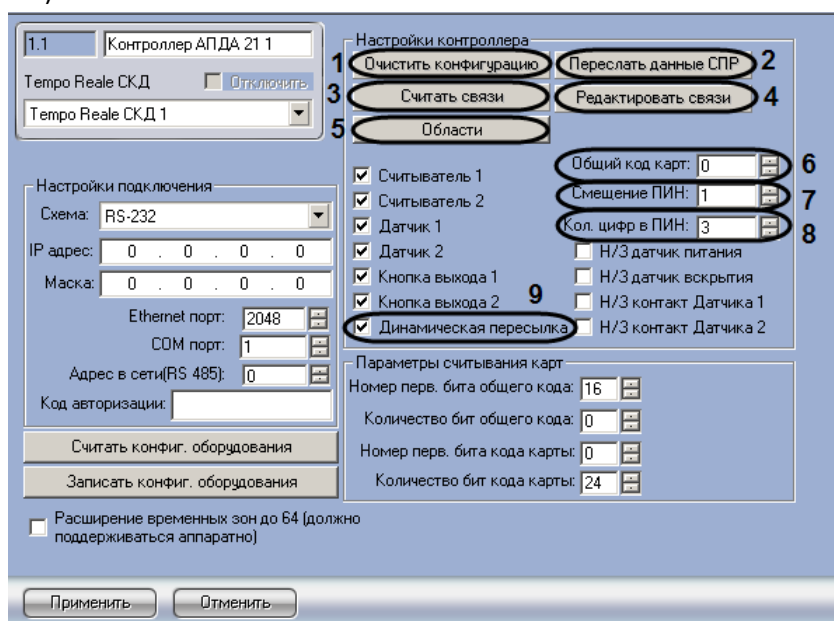

Рис. 3.3—4 Общая настройка контроллера АПДА.21
2. **Записать конфиг. оборудования** - применяется для записи конфигурации оборудования в контроллер АПДА.21 (см. Рис. 3.3—3, 9).
1. Перейти на панель настройки объекта **Контроллер АПДА 21** или **Контроллер АПДА 41** (Рис. 3.3—4).
2. Для очистки конфигурации контроллера нажать кнопку **Очистить конфигурацию** (см. Рис. 3.3—4, 1).
3. Для пересылки конфигурации из ПК *ACFA Intellect* в контроллер нажать кнопку **Переслать конфигурацию** (см. Рис. 3.3—4, 2). В результате выполнения операции в контроллер будут отправлены связанные с ним настройки ПК *ACFA Intellect*, в том числе сведения об уровнях доступа, пользователях, временных зонах и праздниках.
4. Для считывания логических связей между событиями в контроллере нажать кнопку **Считать связи** (см. Рис. 3.3—4, 3).
5. Для редактирования логических связей между событиями в контроллере нажать кнопку **Редактировать связи** (см. Рис. 3.3—4, 4).